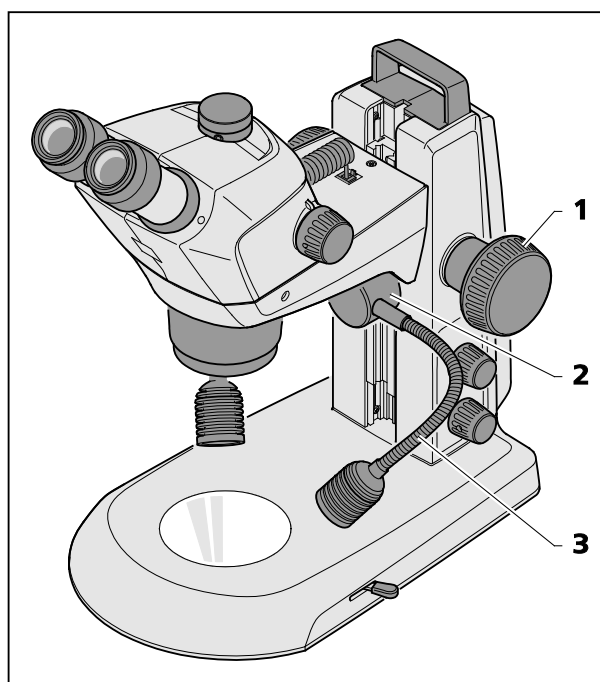

图 22 双点光源
- 通过对焦钮(图 22/1)将显微镜主机设定到最高位置。将双点光源(图 22/2)移至所需高度。
- 通过弯曲两个鹅颈管(图 22/3)来设置照明器件，从而使物体达到最佳照明效果。